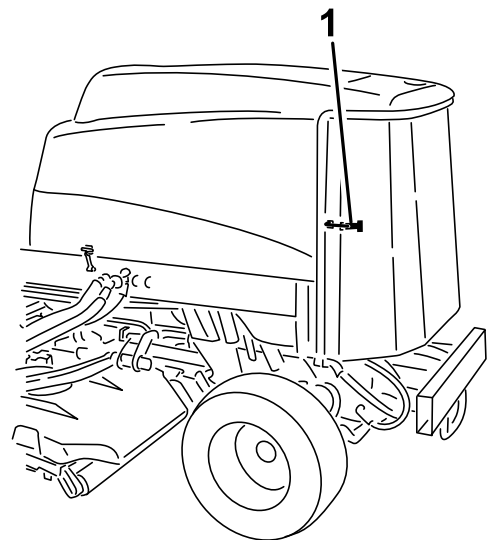

Bild 111
2. Entriegeln und schwenken Sie das hintere Gitter in die geöffnete Stellung (Bild 111).